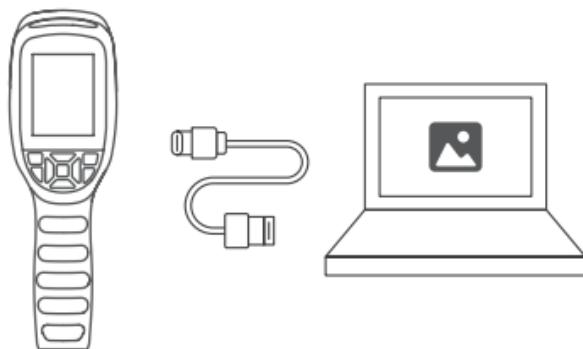

Figure 4.1.1
- 2.** Connectez le TC004 SE à votre ordinateur avec le câble USB fourni (voir Figure 4.1.1).